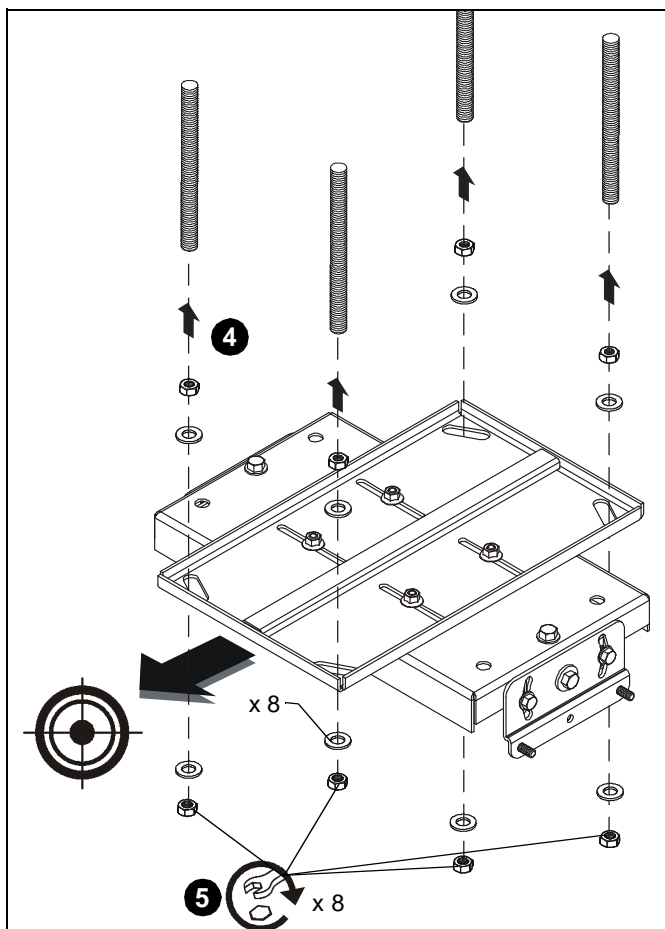

Abb. 7
4. Montieren Sie das LPK1 samt der (nicht mitgelieferten) VCM an den Gewindestangen. (Siehe Abb. 7)
5. Befestigen Sie das LPK1 mit vier 3/8"-Unterlegscheiben und Kontermuttern an den Gewindestangen. (Siehe Abb. 7)